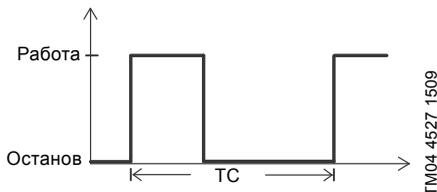

Рис. 12 Режим работы S3
- **S3, переменный режим работы:** Режим работы S3 означает серию идентичных рабочих циклов (ТС) с постоянной нагрузкой, чередующихся с перерывами в работе. Во время цикла не достигается теплового равновесия. См. рис. 12.